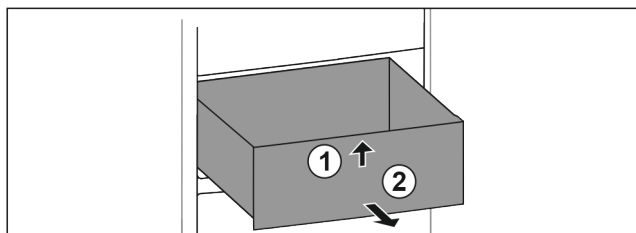

Fig. 23
- Nadvihnite zásuvku vpredu. Fig. 23 (1)
- Odoberte zásuvku dopredu. Fig. 23 (2)